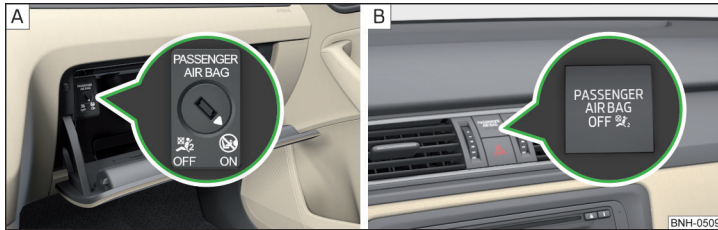

Abb. 12 Schlüsselschalter für Beifahrer-Frontairbag / Kontrollleuchte für Beifahrer-Frontairbag
- Die Kontrollleuchte **OFF**  » Abb. 12 auf Seite 22 -  leuchtet nach dem Einschalten der Zündung auf.
- › Mit dem Schlüssel den Schlitz des Schlüsselschalters vorsichtig in die Position **OFF** » Abb. 12 - A) drehen.
- › Prüfen, ob nach dem Einschalten der Zündung die Kontrollleuchte **OFF** » 1) unter dem Schriftzug **PASSENGER AIR BAG** » Abb. 12 - B) leuchtet.
- › Mit dem Schlüssel den Schlitz des Schlüsselschalters vorsichtig in die Position **ON** » Abb. 12 - A) drehen.
- › Prüfen, ob nach dem Einschalten der Zündung die Kontrollleuchte **OFF** » unter dem Schriftzug **PASSENGER AIR BAG** » Abb. 12 - B) nicht leuchtet.